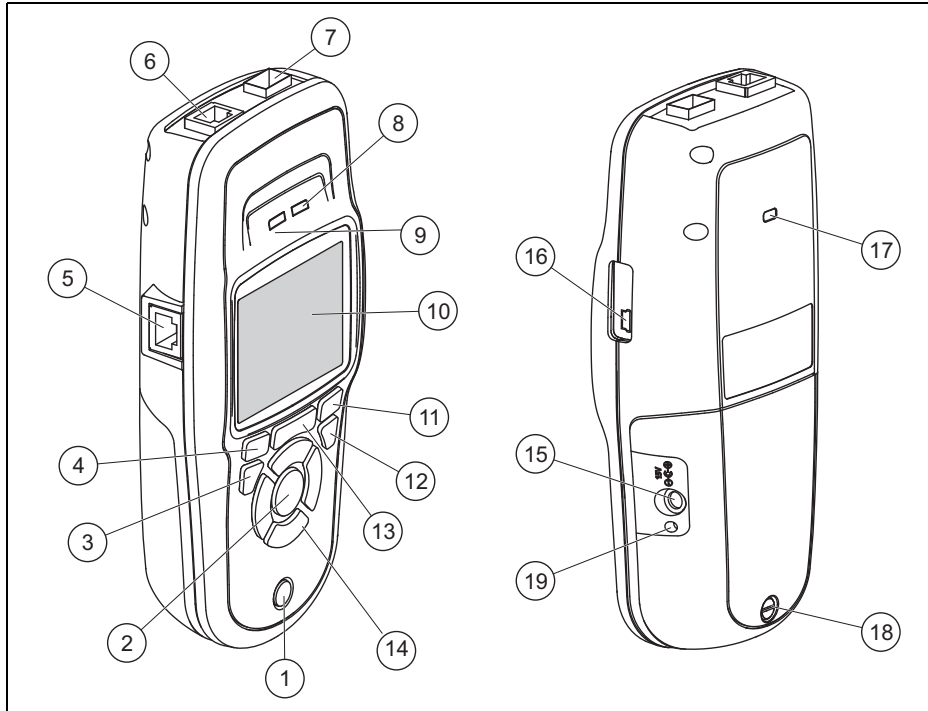

Рис.1. Функциональные элементы LinkRunner AT
Чтобы зарядить литий-ионный аккумулятор, подключите адаптер переменного тока к разъему аккумулятора (см. Рис. 1. поз. ⑮). Вы можете использовать тестер во время зарядки батареи.